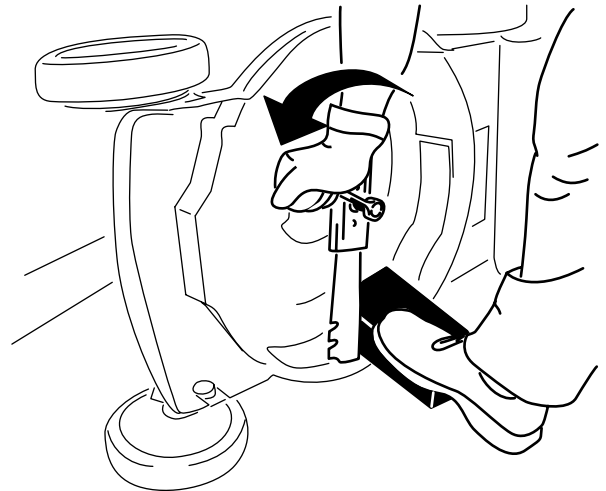

Figura 28
3. Utilice un bloque de madera para inmovilizar la cuchilla (Figura 28).
4. Retire la cuchilla, conservando todos los herrajes de montaje (Figura 28).